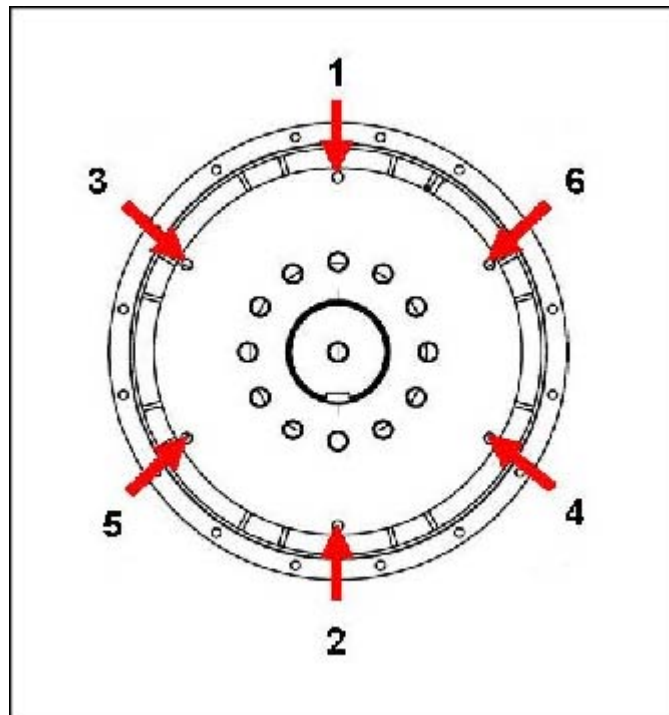

図 23. フライホイールへの固定手順
10. 表示の順番で、ボルトを締め付けて、カップリング ディスクをフライホイールに固定します。 図 23 ページ 36